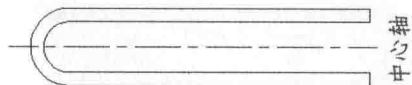

图 1-15
- 4、将提供的直径为 $\varnothing 3/8''$ mm 的铜管, 截取 200mm, 以中点为中心位置折弯成 180° 见图 1-15)。